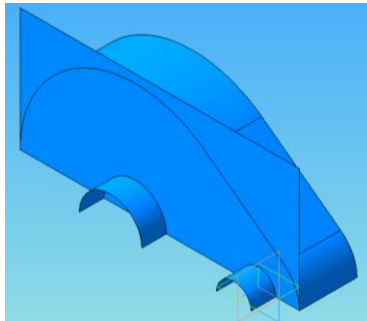

Рис.6 – Видавлювання поверхні за Ескізом 3
8. Виконати операцію видавлювання поверхні за Ескізом 3 на відстань 70 мм у зворотньому напрямку (Рис.6).